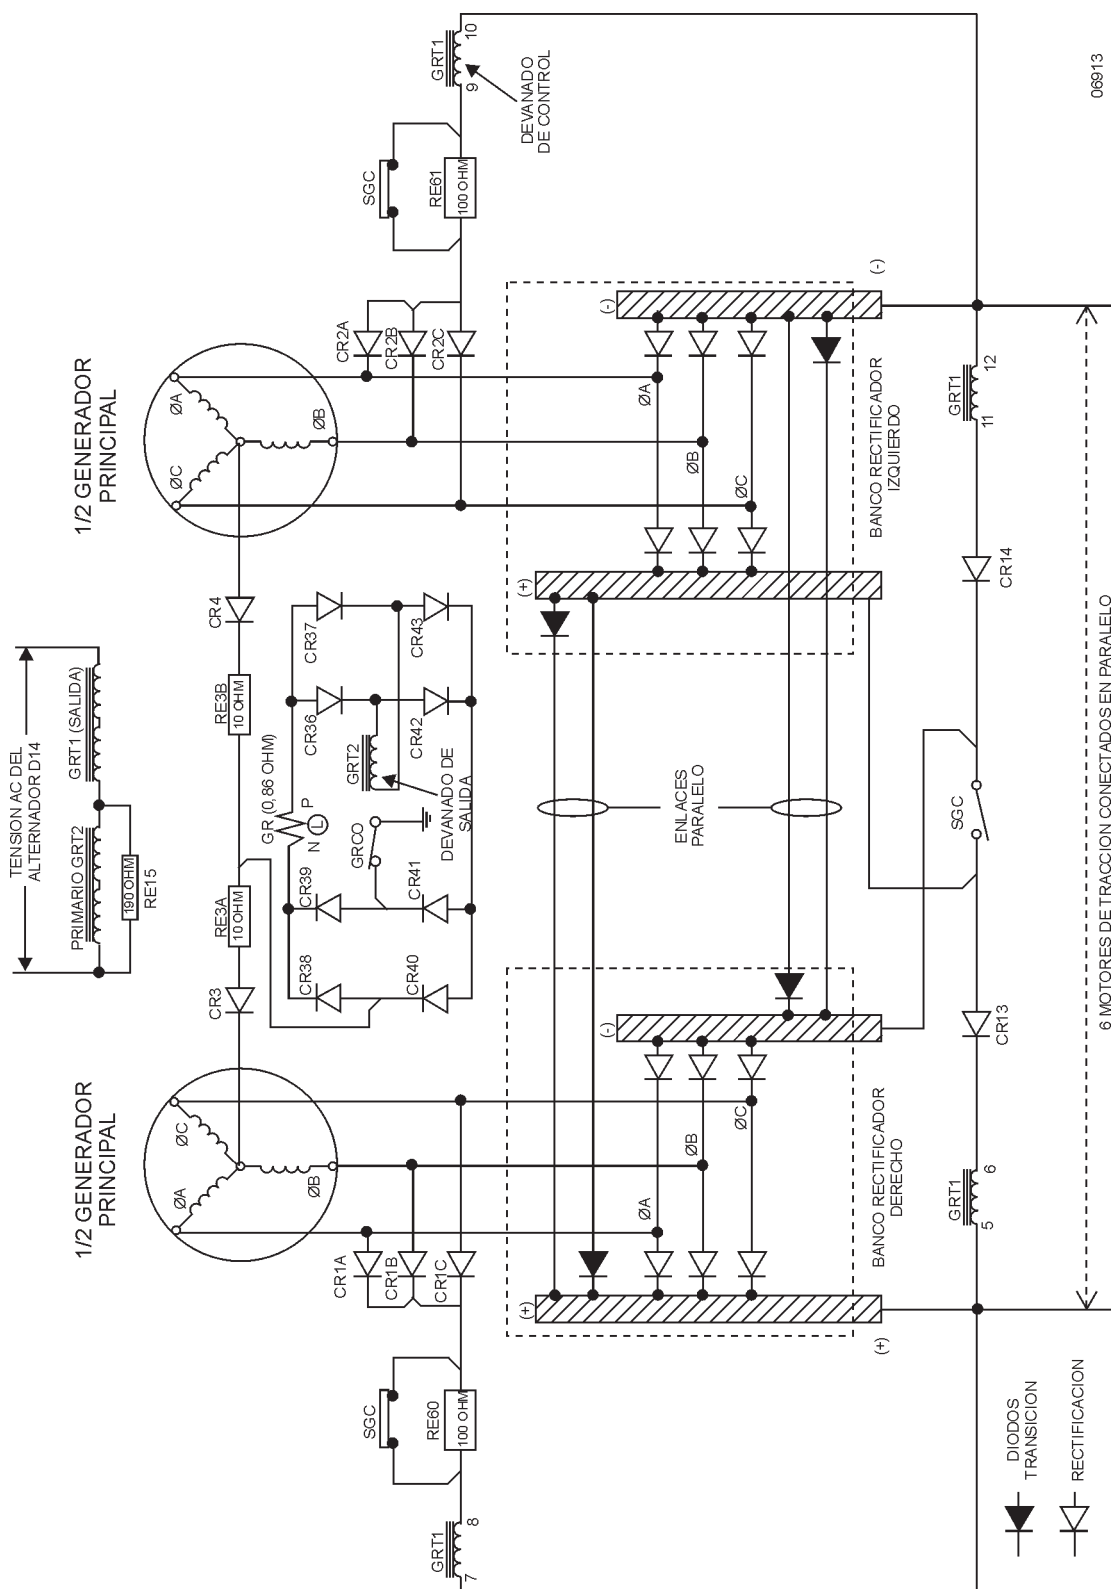

Figura 13-1. Esquema simplificado del sistema de detección de fallos del relé de tierra
En la figura 13-1 se muestra un diagrama simplificado del sistema de detección de fallos del relé de tierra.
En cada mitad del generador principal, cada grupo de fase consiste en cinco devanados de estator. Los tres grupos de devanados de fase en una mitad del generador están conectados a su banco rectificador asociado, al banco de la derecha o al de la izquierda. En cada banco rectificador, cada grupo de fase consiste en varios diodos de base positiva, y varios diodos de base negativa. No obstante, para simplificar el esquema de la figura 13-1, para cada fase en cada mitad del generador, solo se muestra un devanado del estator, un diodo de base positiva y un diodo de base negativa.
El circuito de detección del relé de tierra, figura 13-1, está conectado entre tierra (eléctricamente, el bastidor de la locomotora) y un punto conectado al neutro en los dos semidevanados del estátor. En el circuito de detección, el solenoide de accionamiento del relé de tierra está conectado en serie con dos puentes rectificadores. (CR38 hasta 41 constituyen un puente, y CR36, -37, -42, y -43 constituyen el otro.)
NOTA: El símbolo «L» dentro de un círculo al lado del devanado de excitación del relé de tierra GR en la figura 13-1, significa que el relé de tierra es un relé con enclavamiento, una vez el devanado de excitación es energizado, el relé se enclava mecánicamente, y permanecerá enclavado hasta que el devanado de desenclavamiento de GR sea energizado. El devanado de desenclavamiento de GR no se muestra en la figura 13-1 (el devanado de desenclavamiento aparece en la figura 13-2).
- Un contacto de GRCO deshabilitará el sistema de detección según se muestra en la figura 13-1.